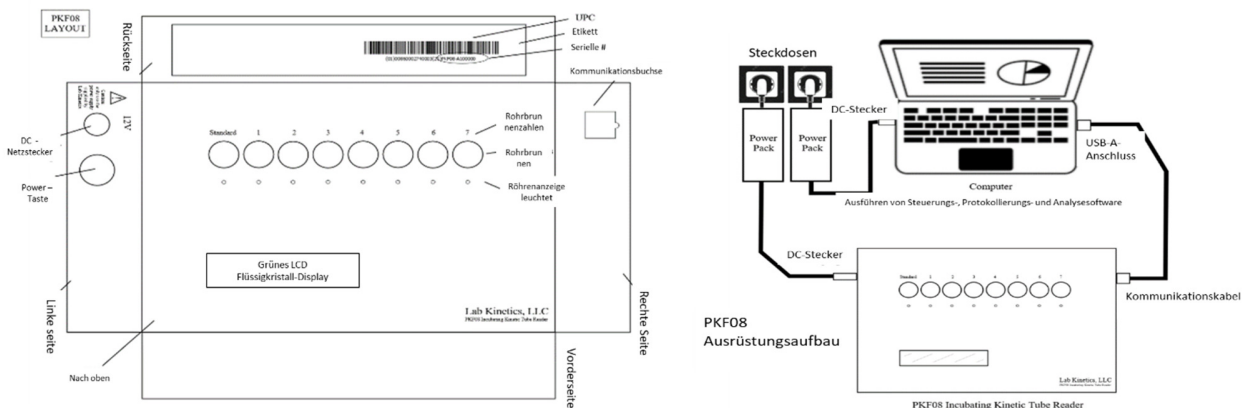

Abbildung 2: Ansicht des PKF08 sowie Darstellung der Computerverbindung.
- *Kommunikationsverbindung (Hardware) - Kommunikationskabel wird mitgeliefert. USB-A-Ende geht an den USB-Anschluss des Computers, USB-B-Ende geht an den PKF08 – siehe Abbildung 2*